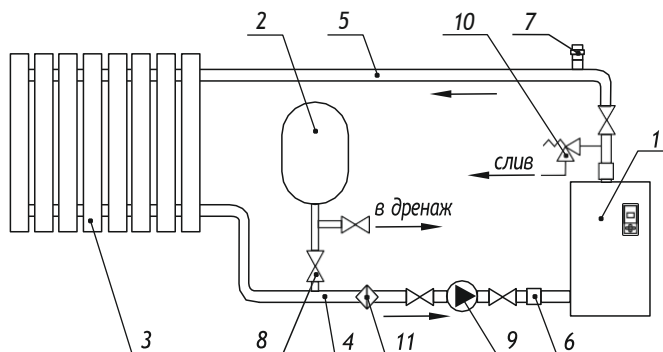

Рисунок 5
8.3. Система отопления (**рисунок 5 и 5.1**) закрытого типа, имеет расширительный бак с резиновой мембраной (**2**). Для такой системы необходимо учесть следующее:
- в верхней части трубопровода подачи (5) необходимо установить клапан для сброса воздуха (7) во избежание завоздушивания всей системы отопления;
- только для моделей ЭВН-К-4,5ЭЗ-220, ЭВН-К-6ЭЗ, ЭВН-К-9ЭЗ, ЭВН-К-12Э1, ЭВН-К-15Э2, ЭВН-К-18Э2, ЭВН-К-24Э2, ЭВН-К-30Э2, ЭВН-К-36Э2, ЭВН-К-42Э2, ЭВН-К-48Э2 обязательная установка предохранительного клапана (10) от избыточного давления. Клапан устанавливается вблизи котла на трубопроводе подачи. На пути к клапану от ЭВН-К не должно быть запорных или регулирующих устройств, а также трубопроводов меньшим диаметром, чем сам клапан. Настройка давления должна быть выполнена на 15-25% больше рабочих параметров (3 бара) теплоносителя.